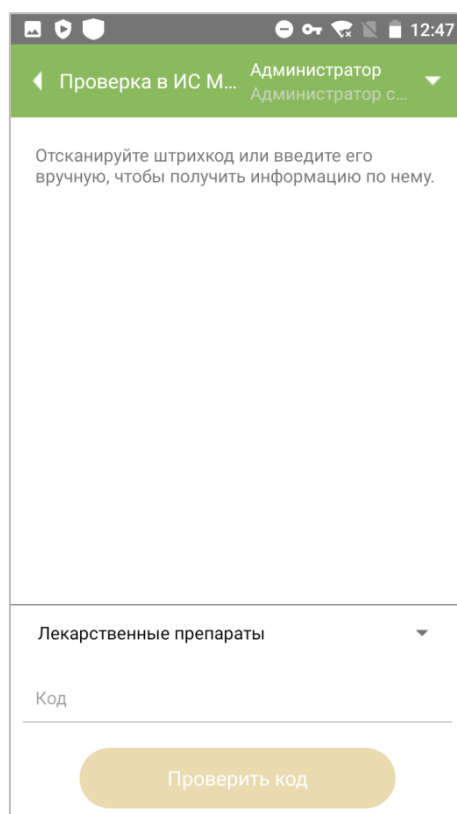
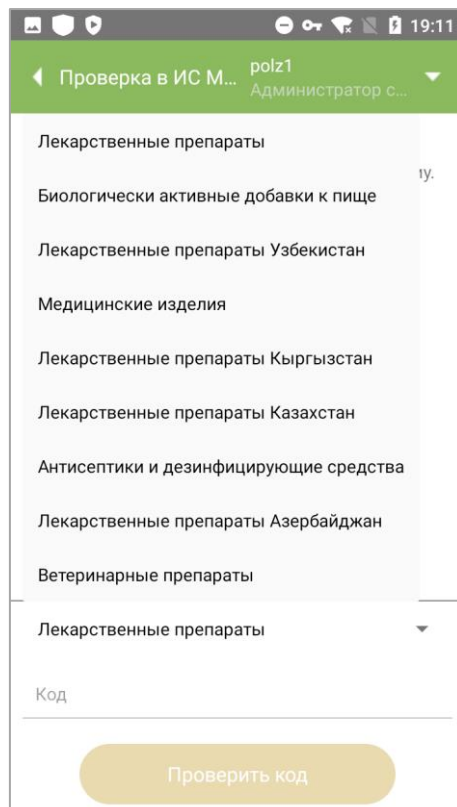

Рисунок 15.1
Рисунок 15.2
1. Нажать на иконку «Проверка в ИС Маркировка». В открывшемся окне (Рисунок 15.1) при необходимости изменить тип продукта, выбрав из выпадающего списка (Рисунок 15.2, опционально).